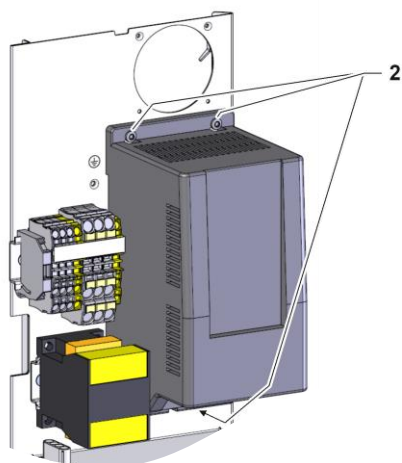

Fig. 2: Enlever le convertisseur de fréquence
- Desserrer 3x les vis de fixation (marquage 2 → Fig. 2) du convertisseur de fréquence (U 1) sur la paroi arrière.